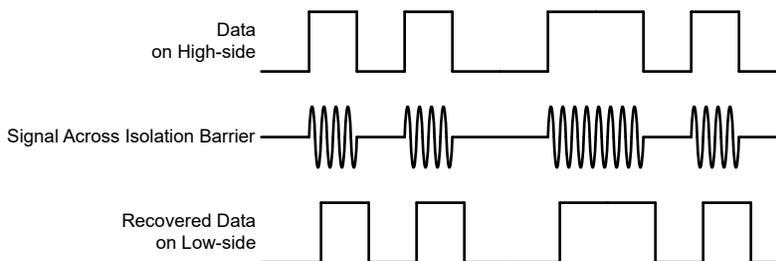

図 6-4. OOK ベースの変調方式
AMC23C12 は、SiO₂ ベースの絶縁バリア越しにコンパレータの出力状態を送信するため、図 6-4 に示すオン / オフ キーイング (OOK) 変調方式を採用しています。「機能ブロック図」に示す送信ドライバ (TX) は、デジタル 1 を表すために内部で生成された高周波キャリアを絶縁バリア越しに送信します。デジタル 0 を表す信号は送りません。